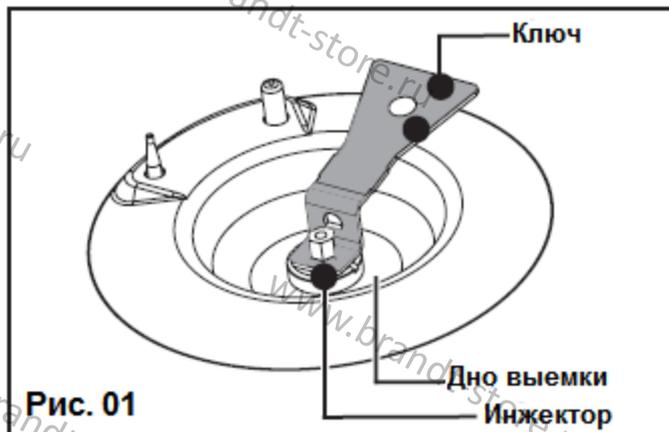

Рис. 01
- При помощи прилагающегося ключавыкрутите инжекторы на дне каждой выемки и уберите их (Рис. 01).